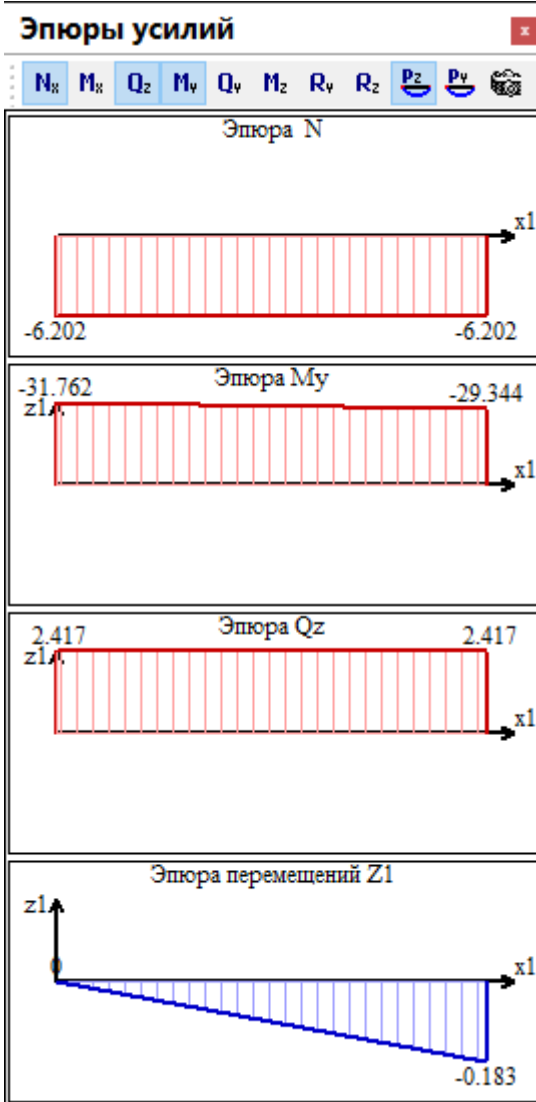

Рис.8.25. Диалоговое окно **Эпюры усилий**
- Для отображения эпюр усилий и перемещений, в этом окне установите флажок **Эпюры**. Открывается диалоговое окно **Эпюры усилий** (рис.8.25).